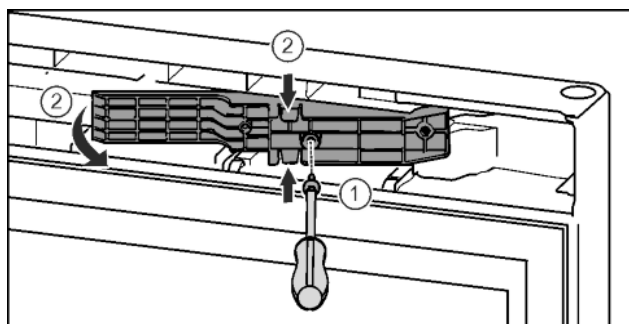

Fig. 16*
- Odvijačem T15 otpustite vijke.* *Fig. 16 (1)*
- Izvadite adapterski element.* *Fig. 16 (2)*